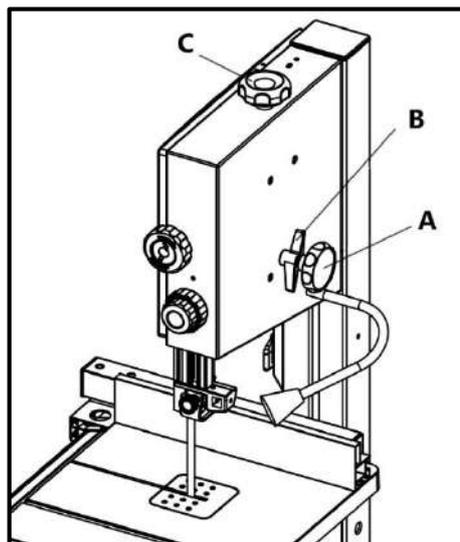

Рисунок 13.
- Ослабьте ручку блокировки B, вручную поворачивайте верхний маховик, осторожно, не касаясь лезвия (рис. 13).
- Полностью поднимите верхнюю направляющую пильного полотна. Принимая во внимание его ширину, поворачивайте ручку С, чтобы отрегулировать натяжение (рис. 13).
- Ослабляйте ручку натяжения С (рис. 13) пильного полотна до тех пор, пока натяжение не ослабнет.